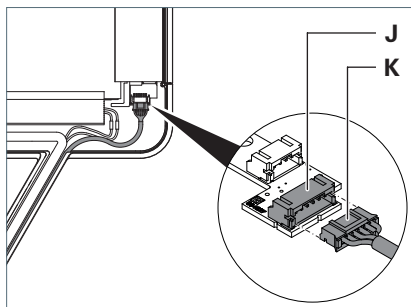

Fig. 6: Collegare la testa dell'apparecchio, parte 2.
- Collegare il portaconnettore a listello **K** con la morsetteria a perno **J** nella testa dell'apparecchio, vedere Fig. 6.